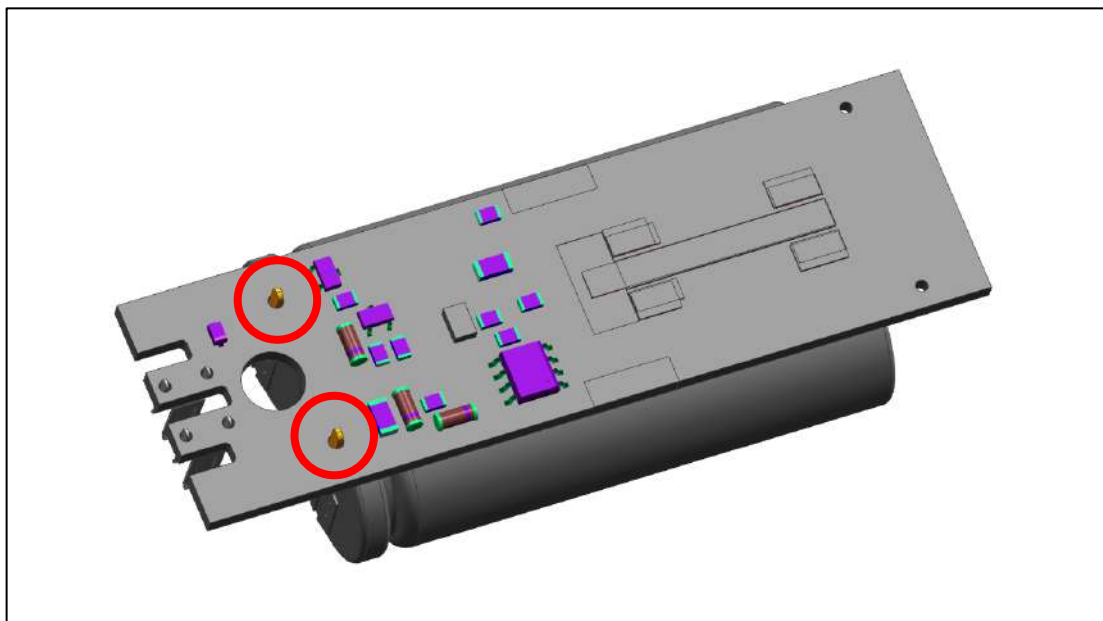

Abb. 28
a) Löten Sie die Akkupins aus der Platine aus (Abb. 28).